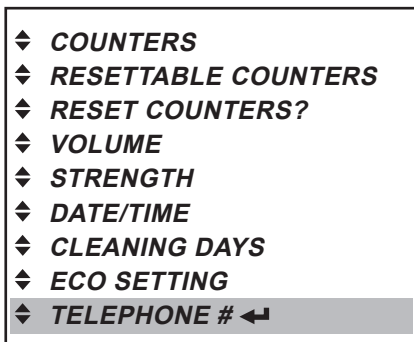

Рис. 40
- Нажать кнопку ввода ◀, чтобы вызвать меню «TELEPHONE #» («№ ТЕЛЕФОНА»). (Рис. 40)